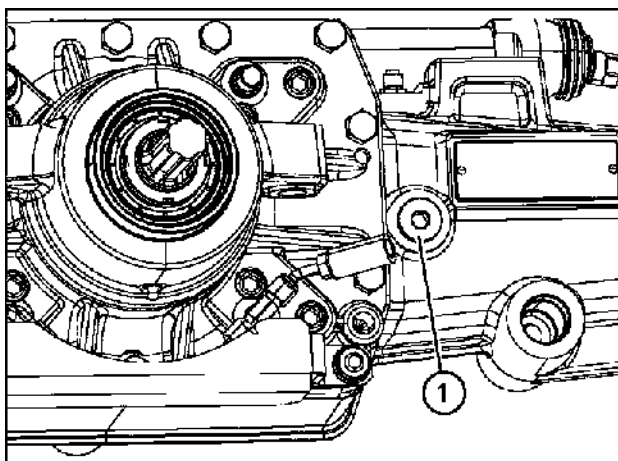

Рис. 7-31
3. Снимите контрольную пробку (1 — рис. 7-31) в центральной части корпуса моста. Масло должно доходить до уровня отверстия. При необходимости долейте масло надлежащего типа через пробку (1 — рис. 7-31).